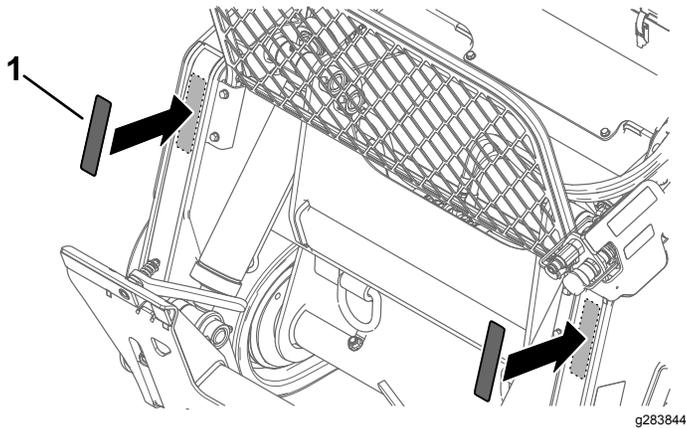
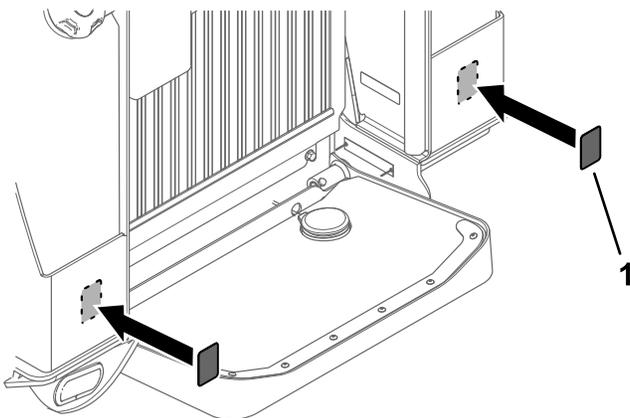

Figure 13
Figure 14
1. Nettoyez soigneusement les surfaces à l'arrière de la machine et à l'avant des bras de chargeuse aux emplacements indiqués à la Figure 13 et la Figure 14.